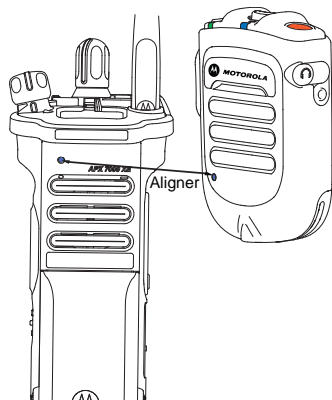

Figure 2.10: Couplage de votre WRSM
- 2 Placez le point bleu (repère de sécurité de couplage) sur le WRSM à environ deux centimètres du point bleu (repère de sécurité de couplage) sur la radio. Voir Figure 2.10.